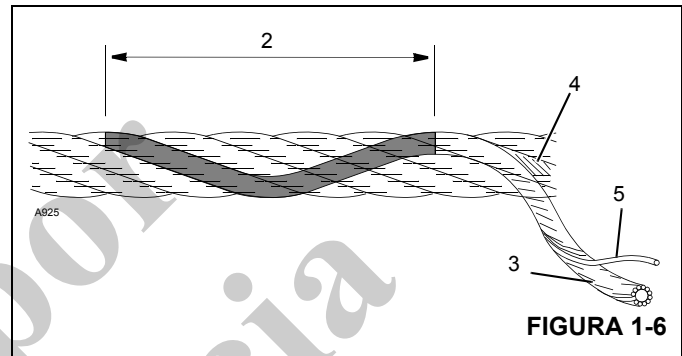

FIGURA 1-6
13. Al buscar alambres rotos (5) (Figura 1-6), alivie el cable, muévelo hacia afuera de los “puntos de recogida” y dóblelo lo más que se pueda. Utilice un punzón afilado para separar los alambres y trenzas, levantando todos los alambres que parezcan estar sueltos o que se muevan excesivamente. Los defectos del cable hacen referencia a la “longitud de sesgo” (2), que es la distancia medida a lo largo del cable en donde una trenza (3) logra una revolución completa alrededor del núcleo (4).